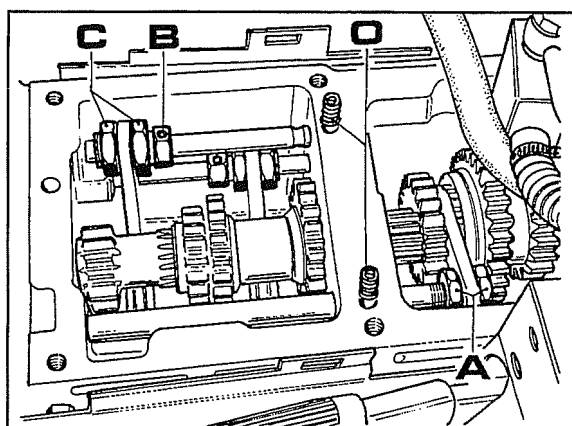
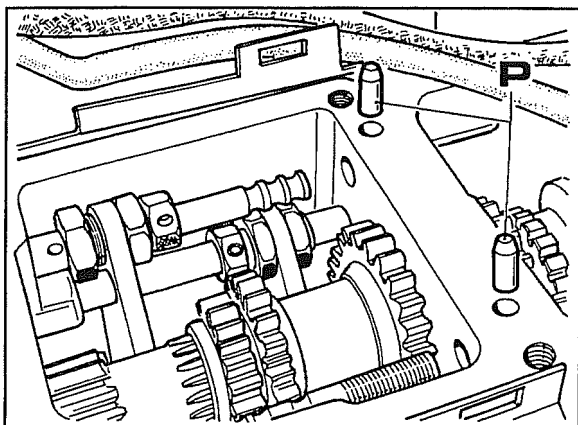

Fig. 4
Fig. 5
- Importante:** nel sollevare il coperchio, fare attenzione che le molle **O** fig.4 non cadano nell'olio all'interno del carter cambio, quindi togliere le sfere.
- 4 Rendere libera l'asta riduttore tramite i dadi **A** fig.4 poi sfilarla in avanti.
- 5 Rendere libera l'asta cambio allentando i dadi **C** fig.4, togliendo la spina **B** per permettere l'operazione, sfilare quindi l'asta come in fig.5.
- 6 Inserire i nuovi perni di impedimento **P** (quando inesistenti) come da fig.5.